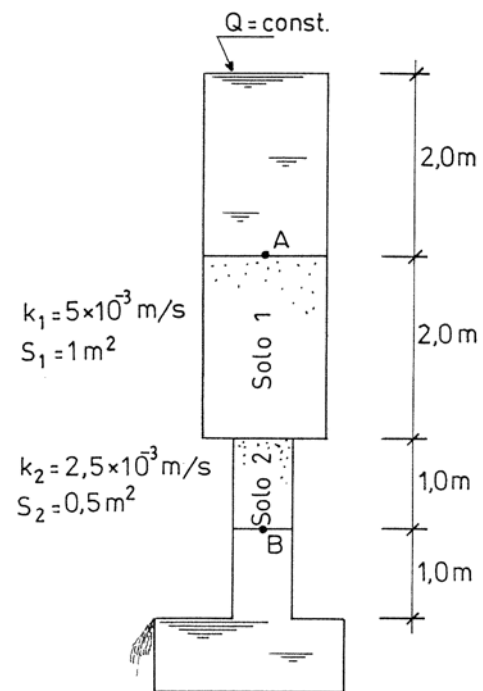

Figura 2
2. Considere o dispositivo da Figura 2 onde ocorre fluxo descendente de água através de duas amostras de solo. Trace os gráficos da variação entre A e B da altura piezométrica, da carga total e da pressão neutra.